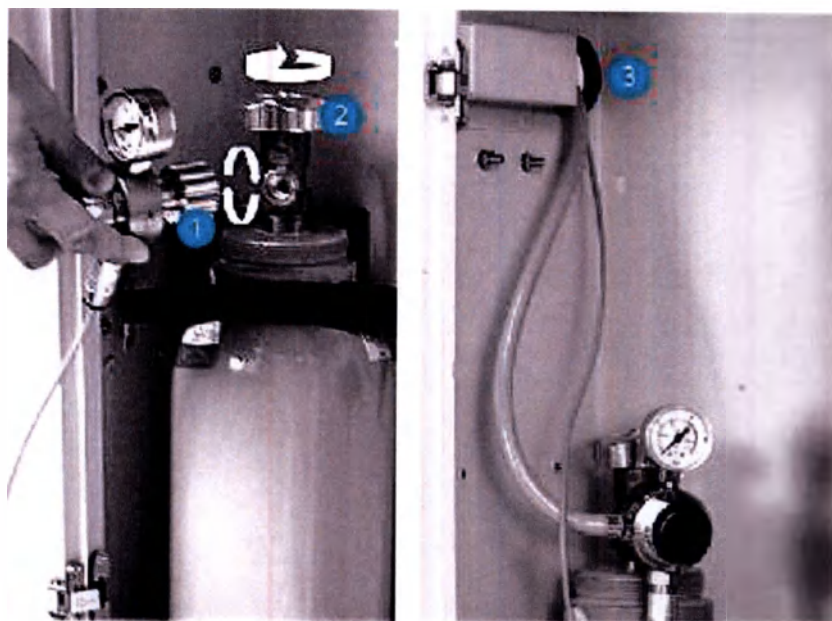

Рис. 7-8
1. Установите штекер напорной магистрали (1) на присоединение к баллону с аргоном на коагуляторе APC 3.
2. Установите штекер датчика высокого давления (2) на присоединении датчика давления на коагулятор APC 3. Вручную затяните накидную гайку.
3. Откройте вентиль баллона (2) без рывков, вращая маховик против часовой стрелки. После одного оборота вентиль баллона полностью открыт (см. рис. 7-8).